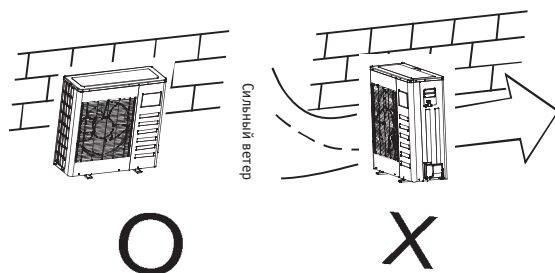

Рис. 22
- При установке в месте воздействия сильного ветра (например на морском побережье) обеспечьте нормальную работу вентилятора, расположив блок вдоль стены, либо используйте защитный экран. (См. рис. 22).